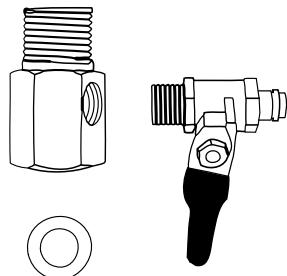

Рис. 11
2.1. Соберите узел подачи воды путем соединения шарового крана с тройником, как показано на **рис. 11**. Используйте ленту ФУМ, вверните кран подачи воды в тройник. Будьте предельно осторожны при подсоединении крана — чрезмерное усилие повредит его резьбу. Используйте только гаечный или малый разводной ключ. Не используйте другие материалы для герметизации соединения.